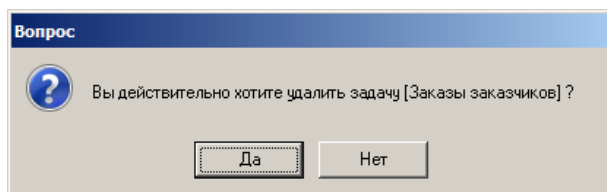

Рисунок 270. Пример диалоговой формы
- 14 В появившейся диалоговой форме «**Вопрос**» подтвердить удаление с помощью кнопки **Да**. (рис. 270).